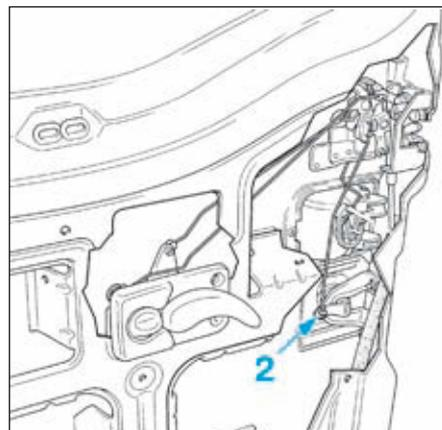

FIG.152
- Déposer la tringle de commande de serrure (2) (Fig.152).